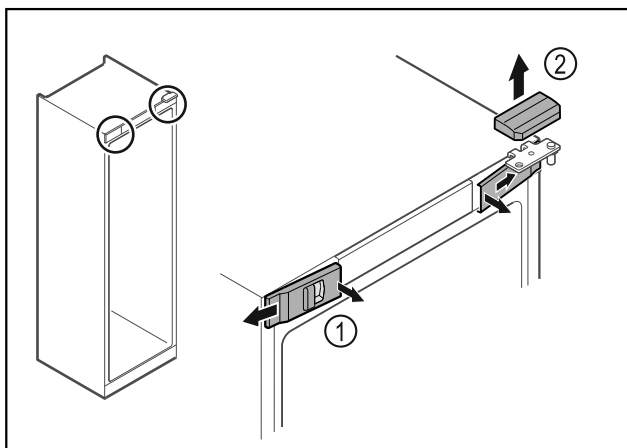

Fig. 16
- Disinnestare le coperture anteriori Fig. 16 (1) dall'interno ed estrarle lateralmente.
- Rimuovere la copertura superiore Fig. 16 (2) sollevandola verso l'alto.